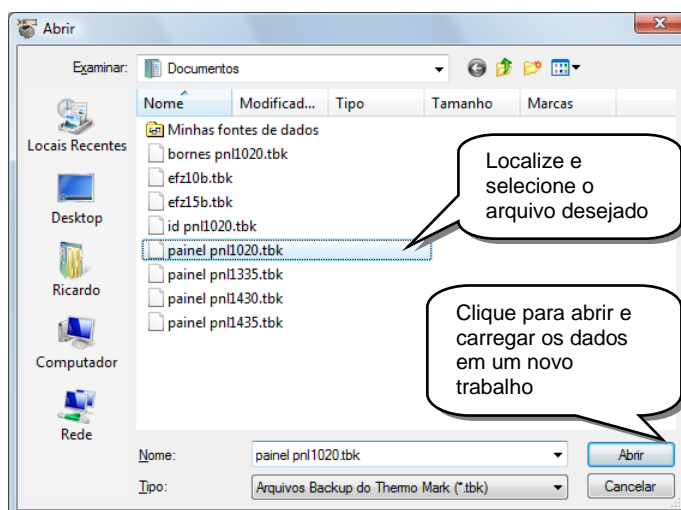

Figura 6.1.7.3
- Na janela “Abrir” (figura 6.1.7.3), localize e marque o arquivo desejado. Na sequência clique em “Abrir”.